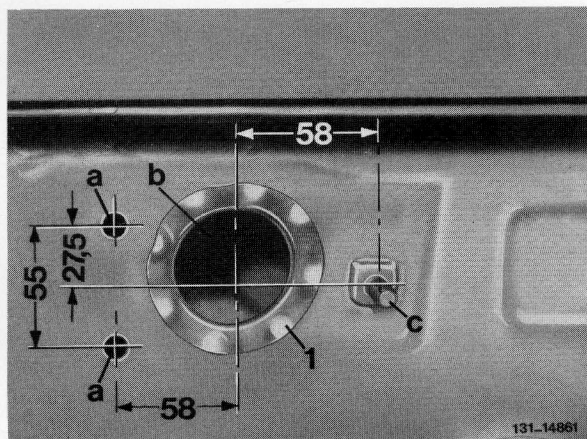

Bild 1
- 7 In das Heckmittelstück links und rechts die durch Körnerschlag gezeichneten Löcher (a und b) mit 12 mm Durchmesser bohren. Anschließend das Loch (b) mit der Lochsäge aufbohren (Bild 1).
- 8 Dichtungen nach Bild 1 auf beiden Seiten montieren.